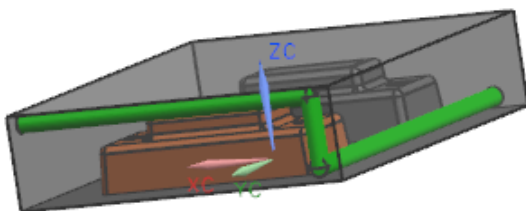

图 9-39 创建垂直管道
(5) 单击【应用】或【确定】按钮, 系统将自动创建垂直管道用于连接前两段管道, 如图 9-39 所示。